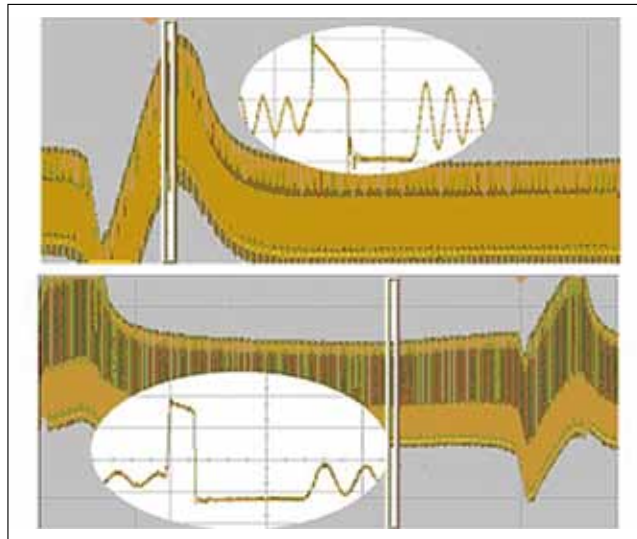

图 2：顶部曲线—— $Inp < Inps$ 时的共模噪声
2. $Inp < Inps$ ：波形与图2看到的倒置开关信号顶部曲线成正比。
随着图2所示的底部曲线，BNT间隔期间的波形始终是渐进式开关信号，因为主要噪声源是通过电容器 Cpe 的至地主推电流。